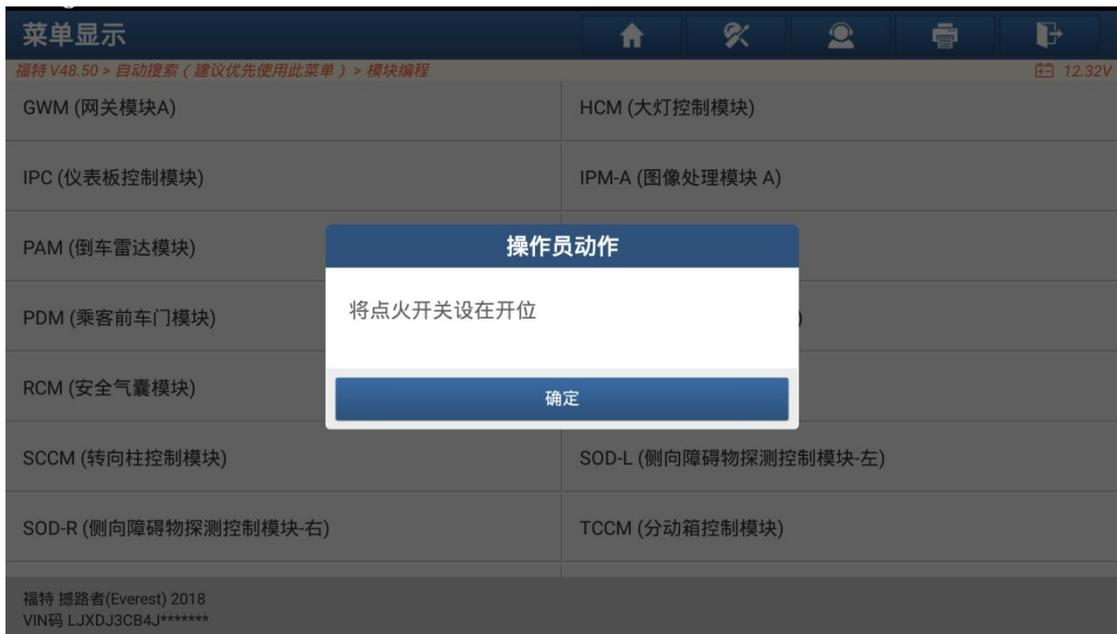

图 C9
- 提示点火开关，点‘确定’读取原始模块数据（图 C9）进入步骤 12